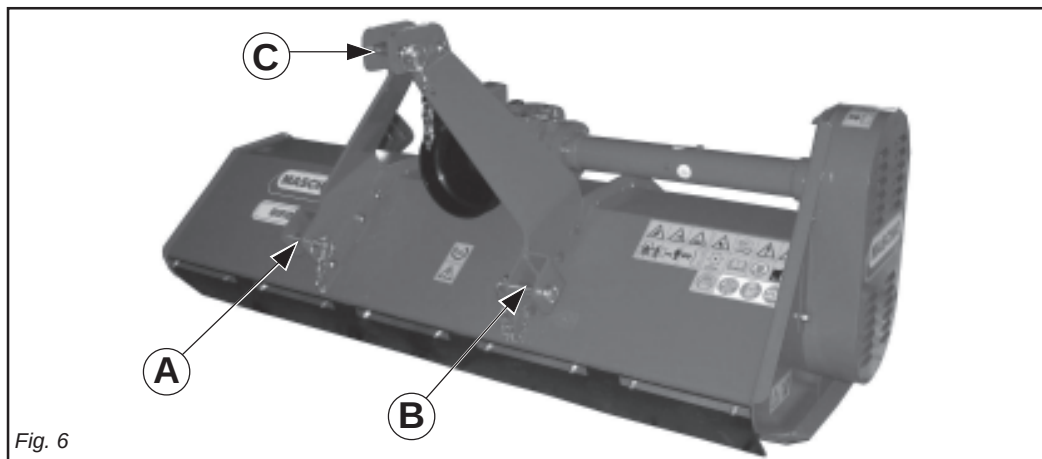

Fig. 6
Le piastre (A-B-C Fig. 6) vanno montate sempre e solo come illustrato in Fig. 6 con i fori posizionati anteriormente al tubo quadro.
The plates (A-B-C Fig. 6) are always mounted only as illustrated in Fig. 6, with the holes positioned in front of the square tube.
Les plaques (A-B-C Fig. 6) ne doivent être montées que comme illustré sur la Fig. 6 avec les trous positionnés à l'avant du tube carré.
Die in Abb. 6 mit A-B-C angeführten Platten haben stets wie in dieser Abbildung aufgezeigt montiert zu werden - d.h. die Lochungen werden vor das Flachrohr gesetzt.
Las placas (A-B-C Fig. 6) tienen que instalarse siempre y sólo como ilustrado en la Fig. 6, con los agujeros colocados adelante del tubo cuadrado.
- 1- Accostare le barre del sollevatore ponendole all'interno delle piastre (A-B-C Fig. 6), inserire il perno nel foro predisposto e bloccare con le copiglie a scatto.
- 4- Collegare il terzo punto superiore (C Fig. 6) ed effettuare una corretta regolazione con il tirante, verificando che il piano superiore della macchina risulti parallelo al piano terra.
- 1- *Near the lift bars, setting them in the most suitable plates (A-B-C Fig. 6). Insert the pin into the relative hole and lock in place with the snap-in split pins.*
- 4- *Connect the upper third-point (C Fig. 6) and correctly regulate by means of the adjuster, checking that the upper surface of the machine is parallel to the ground. This is very important since it achieves parallelism between the axis of the machine and that of the tractor pto.*
- 1- Approchez les barres du relevage en les plaçant à l'intérieur des plaques les plus appropriées (A-B-C Fig. 6), introduisez l'axe dans le trou correspondant et bloquez par les goupilles à encastrement.
- 4 - Reliez le troisième point supérieur (C Fig. 6) et réglez correctement à l'aide du tirant. Assurez-vous que le plan supérieur de la machine soit pratiquement parallèle au terrain. Ceci est très important en vue d'obtenir le parallélisme entre l'axe de la houe et celui de la prise de force du tracteur. Travailler dans ces conditions signifie limiter les sollicitations sur la prise de force et prolonger la durée de l'arbre à cardans, mais aussi de la machine.
- 1-Die Lenker des Krafthebers annähern und in die am besten geeigneten Platten schieben (A-B-C Abb. 6). Den Bolzen in das Loch stecken und mit dem einrastenden Splint blockieren.
- 4 -Den oberen Kupplungspunkt (C Abb. 6) anschließen und den oberen Lenker korrekt einstellen. Sicherstellen, daß die obere Haubenkante der Maschine parallel zum Boden steht. Das ist sehr wichtig, um die Parallelität zwischen der Achse der Maschine und der der Schlepper-Zapfwelle zu erhalten. Wenn diese Parallelität gegeben ist, wird die Zapfwelle weniger belastet und das Leben von Gelenkwelle und Gerät wird verlängert.
- 1- Acercar las barras del elevador poniéndolas dentro de las placas más indicadas (A-B-C Fig. 6), introducir el perno en el orificio y bloquear con los pasadores de resorte.
- 4 - Conectar el tercer punto superior (C Fig. 6) y efectuar una correcta regulación con el tirante de regulación controlando que el plano superior de la máquina resulte paralelo al plano al nivel del suelo. Esto es muy importante para obtener paralelismo entre el eje de la máquina y el eje de la toma de fuerza del tractor. Esto permite limitar los esfuerzos sobre la toma de fuerza misma y hacer durar el árbol cardánico y la máquina misma.